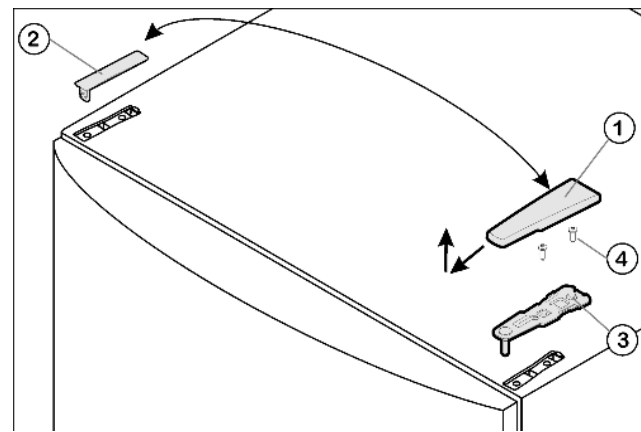

Fig. 4
- Retire hacia delante y hacia arriba la cubierta Fig. 4 (1).
- Desmonte la cubierta Fig. 4 (2).
- Desatornille el soporte de cojinete superior Fig. 4 (3) (2 Torx 25) Fig. 4 (4) y extráigalo hacia arriba.
- Inserte el soporte de cojinete superior Fig. 4 (3) en el nuevo lado de la bisagra y en la puerta.
- Atornille el soporte de cojinete superior (2 Torx 25) Fig. 4 (4). Dado el caso, grabe los agujeros de tornillo o utilice un destornillador de batería.
- Coloque y encaje la cubierta Fig. 4 (1) y la cubierta Fig. 4 (2) desde fuera en el lado opuesto, respectivamente.